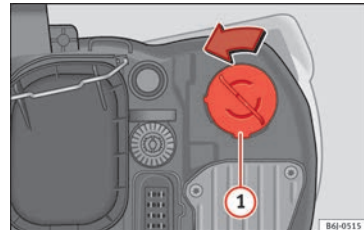

Bild 101 Blinkerslampa.
- Vrid lamphållaren » bild 101 ① till vänster och dra.